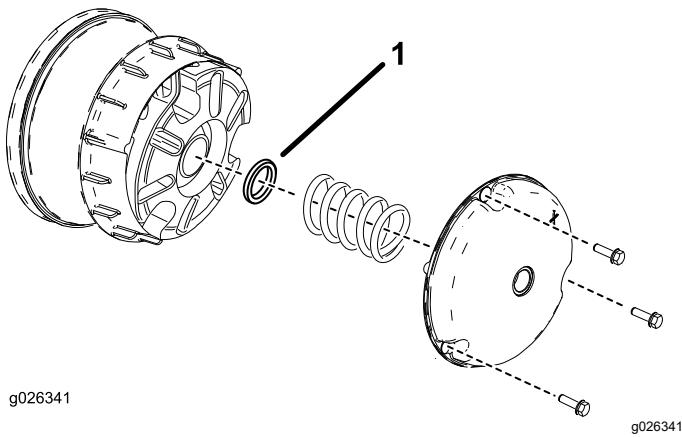

Bild 64
2. Entfernen Sie die Schrauben, mit denen die Abdeckung der Hauptkupplung befestigt ist, wie in Bild 64 abgebildet.